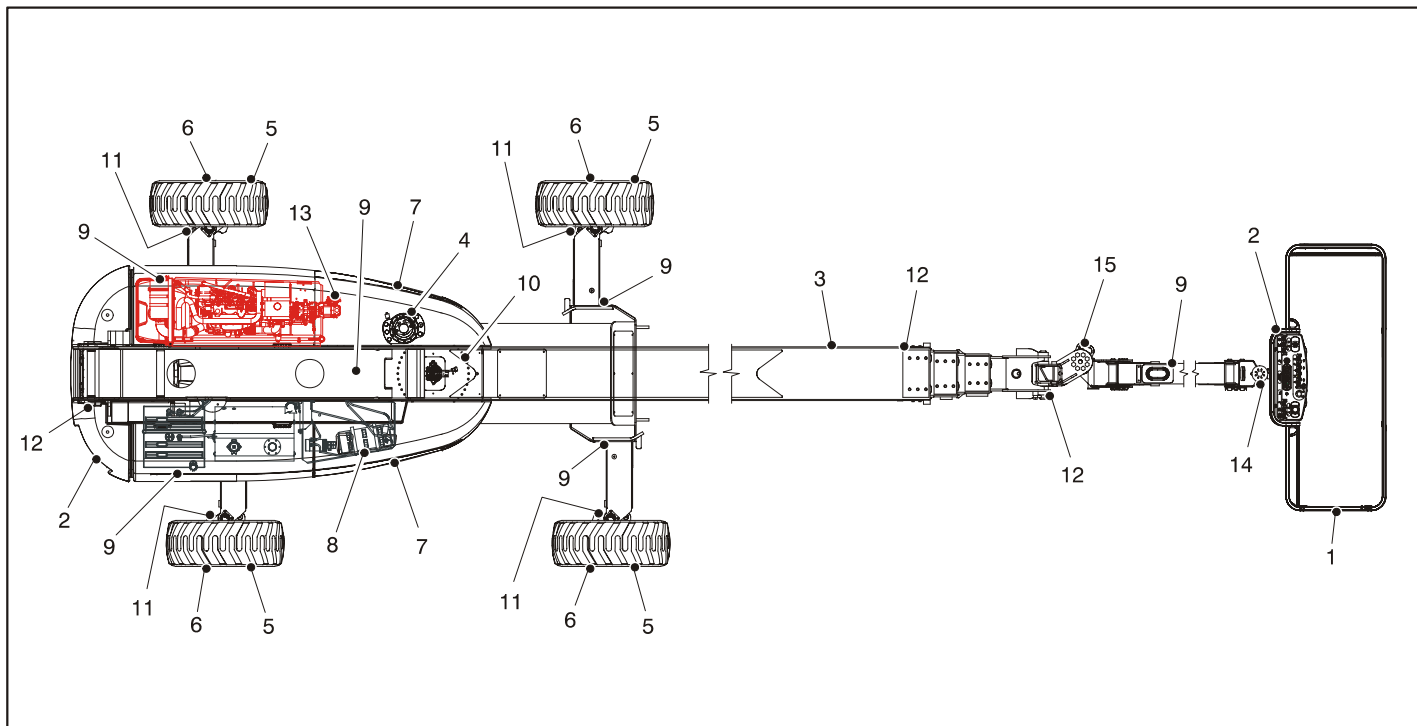

Fig. 2-2. Daglig "rundvandrings"-inspektion – blad 1 av 2
5. **”Rundvandrings”-inspektion** – se Fig. 2-2. och Fig. 2-3.